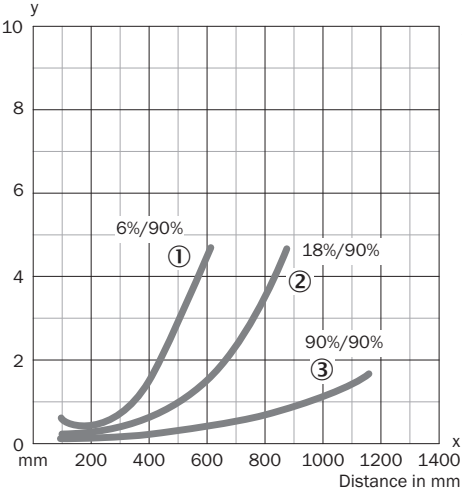
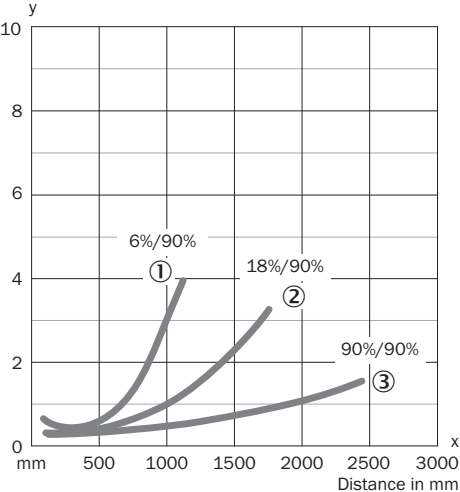

図 69: WT24-2Xx4x, -2Xx5x
図 70: WT24-2Xx1x, -2Xx2x
使用条件を確認してください: 検出距離および対象物または背景との間隔、ならびに対象物の反射率に対応する図 [図 69 と図 70 を参照] と照合します (x = 検出距離、y = 設定した検出距離と検出距離の%の背景抑制との間の移行領域 (対象物反射率 / 背景反射率))。反射率: 6 % = 黒色 ①、18 % = 灰色 ②、90 % = 白色 ③ (DIN 5033 に準拠した白)。反射率の低い対象物を使用して調整することをお勧めします。
背景抑制のための最小距離 (= y) は図 [図 69 ①] から以下のように読み取ることができます: